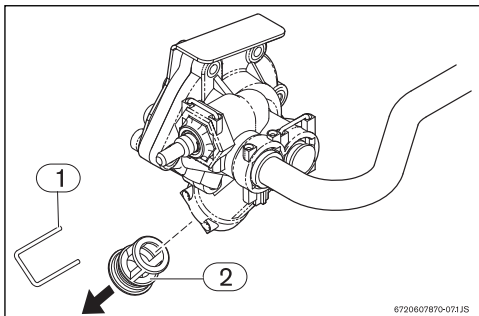

Fig. 10 Purger
- Retirer l'épingle de fixation du capuchon filtre (Fig. 10, [no. 1]) se trouvant dans la valve eau.
- Retirer le capuchon du filtre (Fig. 10, [no. 2]) de la valve eau.